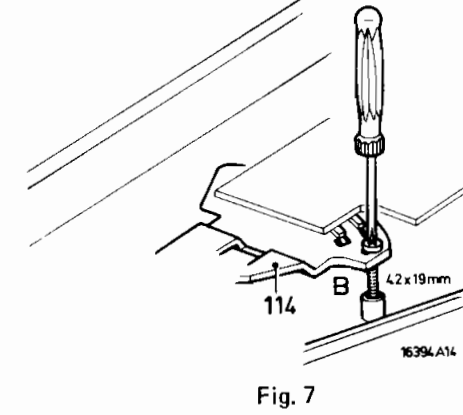

Fig. 7
3. Adjusting the automatic stop (Fig. 7)
3. Instelling automatische afslag (Fig. 7)
3. Réglage de l'arrêt automatique (Fig. 7)
3. Einstellung der Arretierungsautomatik (Fig. 7)